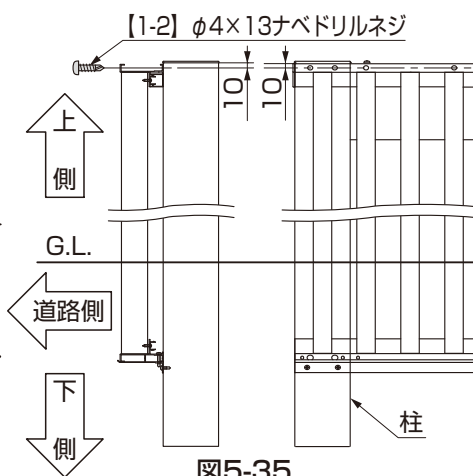

図5-35
- ④①で加工した穴位置に合わせてフレーム上端から10mmの位置に本体パネルを【1-2】で取付けてください。（図5-35参照）
- ③端部格子を施工補助部材の上に置き、柱と格子柵（上側）を【1-2】で固定してください。（図5-35参照）